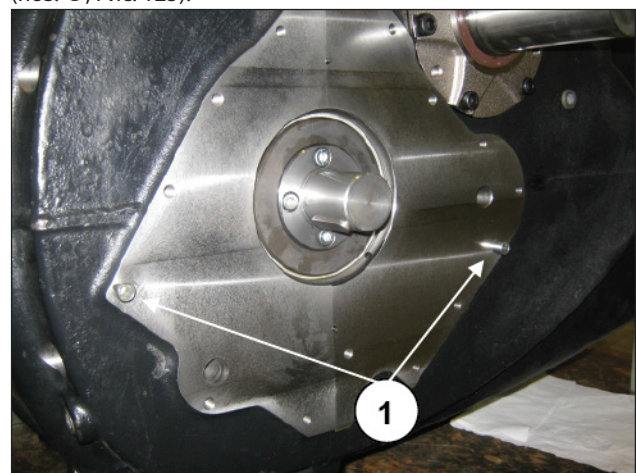

Рис. 125
Вставьте 2 центровочных втулки корпуса масляного насоса (поз. ①, Рис. 125).